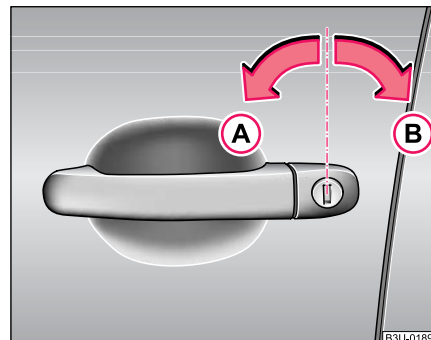

Abb. 22 Schlüsseldrehungen zum Auf- und Zuschließen
- Drehen Sie den Schlüssel im Schloss der Fahrertür nach links in die Öffnungsstellung (A) ⇒ Seite 41, Abb. 22.
- Drehen Sie den Schlüssel im Schloss der Fahrertür nach rechts in Schließstellung (B) ⇒ Seite 41, Abb. 22.